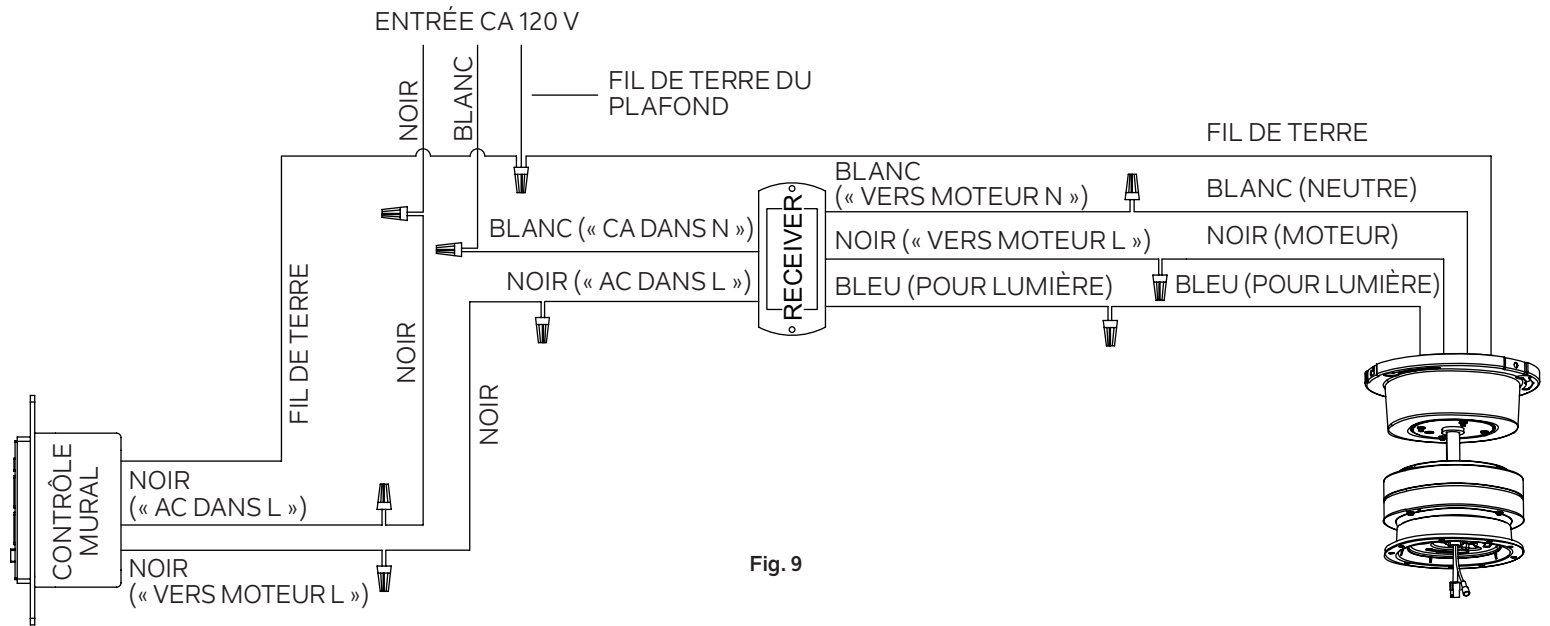

Fig. 9
**Étape 5.** Fixez tous les raccords de fils avec les connecteurs de fils en plastique fournis. (Fig. 9)